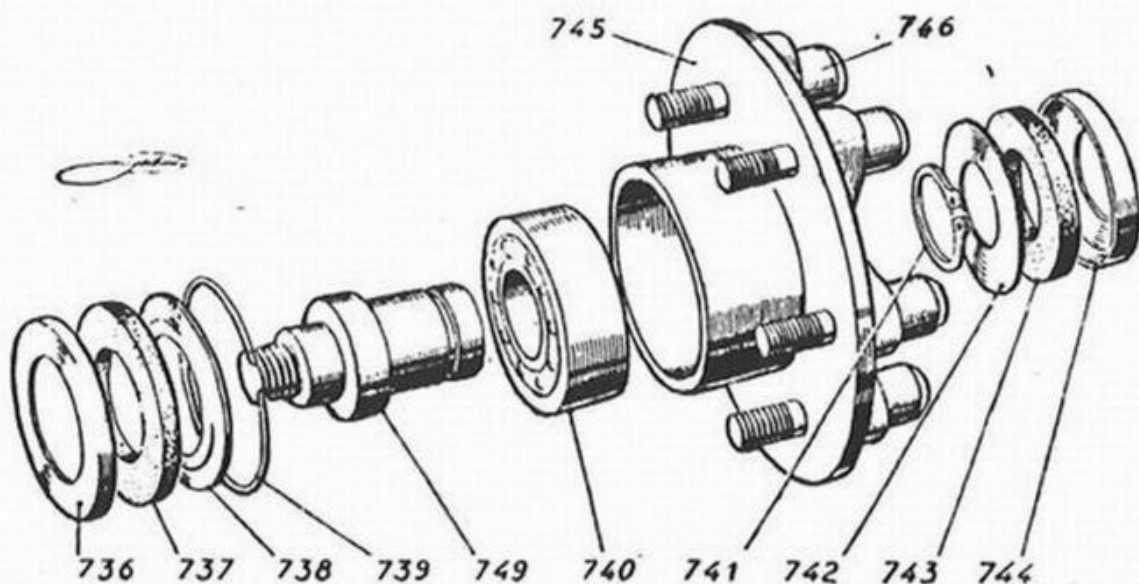

Fig. 18 - Smontaggio del mozzo dell'ingranaggio a catena posteriore giro sull'anello esterno del cuscinetto a sfere 740 fino ad ottenerne la fuoruscita.
17) - Smontaggio del mozzo dell'ingranaggio a catena posteriore (fig. 18).